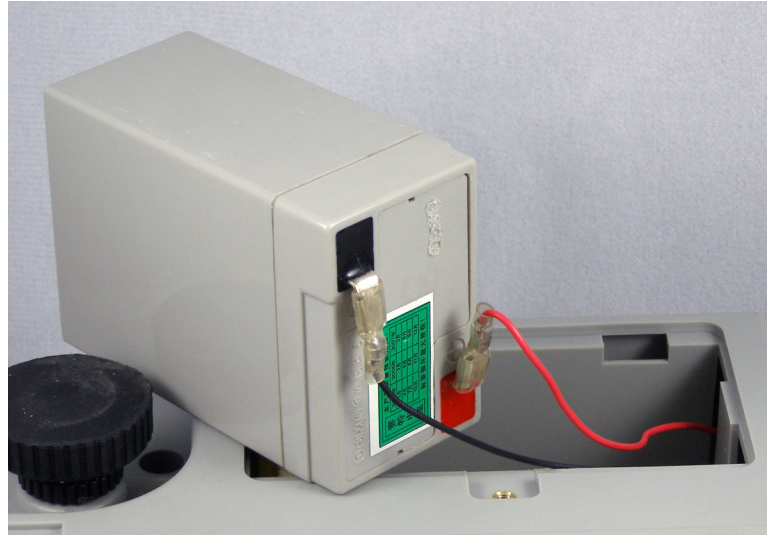

Figure 2.2 Brancher la batterie
2. Brancher le fil rouge à la borne rouge de la batterie et le fil noir à la borne noire. Voir Figure 2.2.